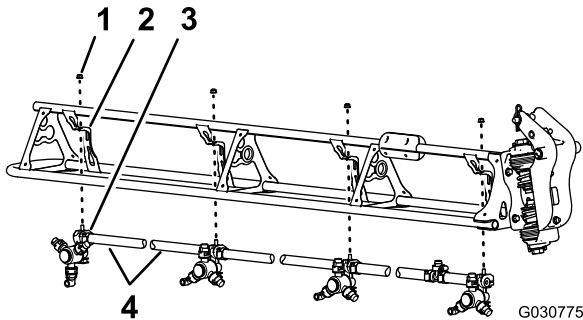

Bild 118
1. Schneiden Sie den Schlauch zwischen zwei Sprühdüsen durch (Bild 118).
2. Entfernen Sie die Sicherungsbundmutter (5/16"), mit der die Sprühdüse an der Düsenstütze befestigt ist (Bild 118).